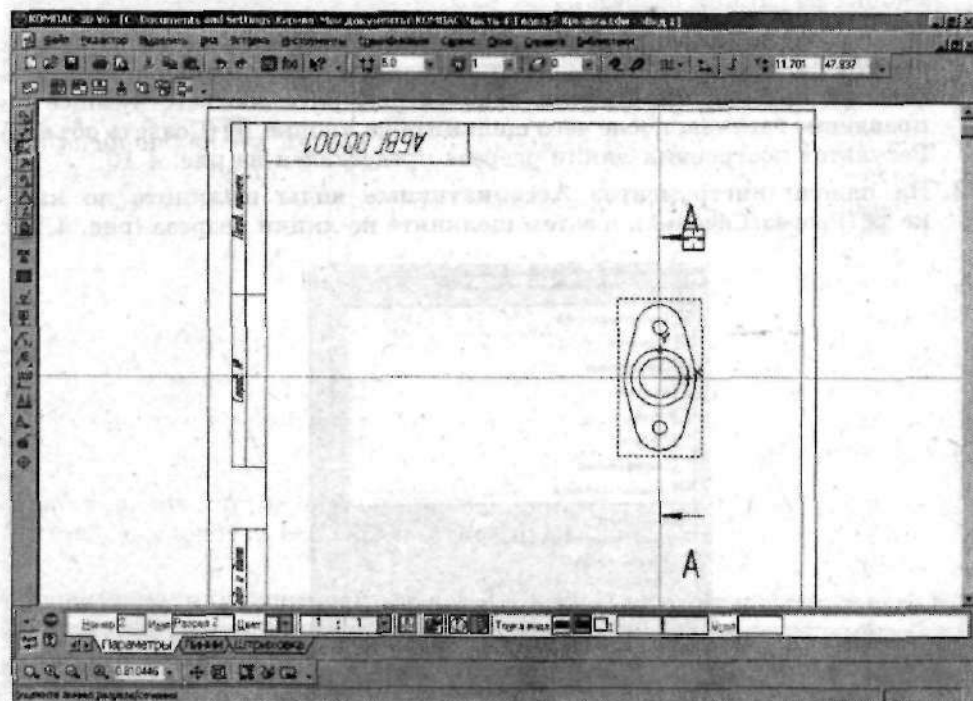

Рис. 4.11. Создайте разрез
12. На панели инструментов **Ассоциативные виды** щелкните по кнопке  (Разрез/Сечение), а затем щелкните по линии разреза (рис. 4.11).